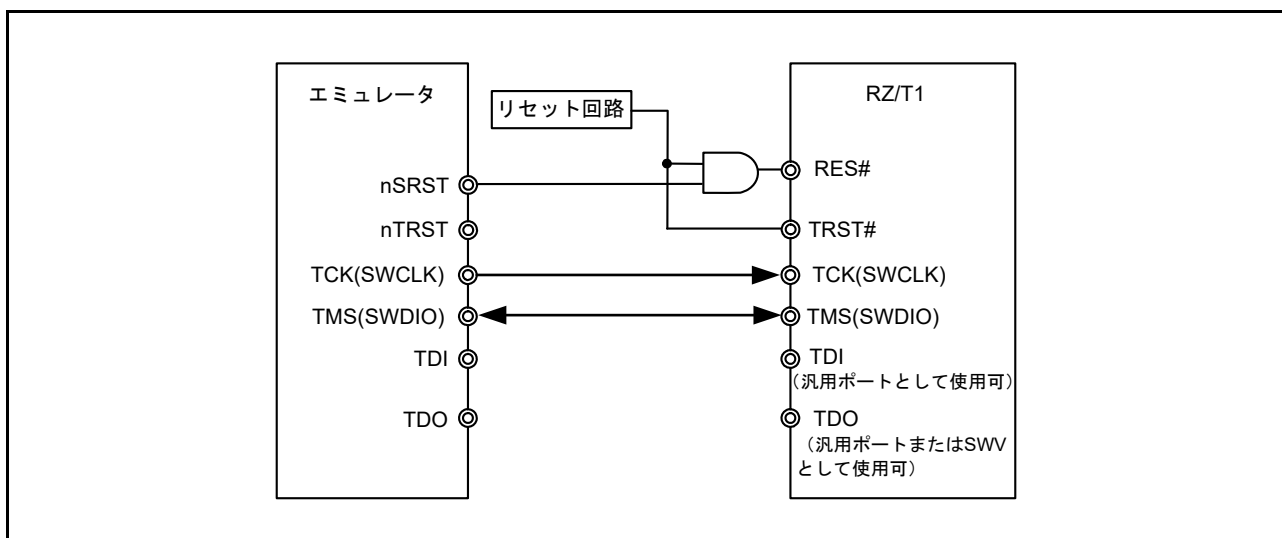

図 10.4 SWD インタフェース接続例
SWD (Serial Wire Debug) インタフェースは、SWCLK (TCK) / SWDIO (TMS) の2本の信号により、エミュレータを介してホスト・マシン (PC) との通信を行います。RES# 端子の接続と合わせて図 10.4 に接続例を示します。